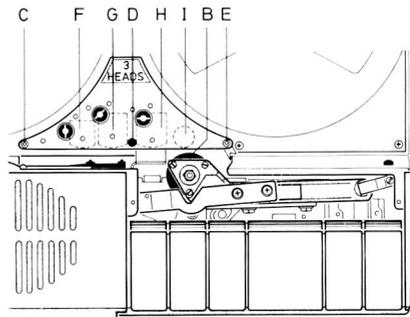

Fig. 9
le trousseau de nettoyage spécial UHER Z 172. Le cabestan (J) doit être également libéré de la poussière et des résidus de substance magnétique qui y adhèrent éventuellement (voir Fig. 9).